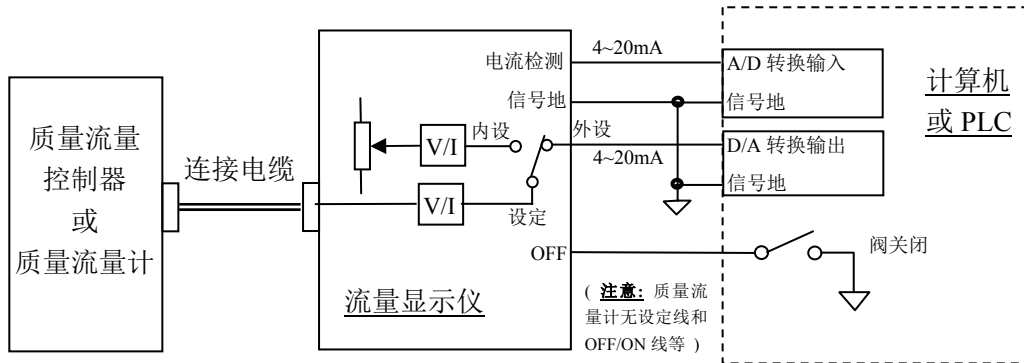

图 7. 通过流量显示器与计算机的连接
a. 质量流量控制器通过流量显示器与计算机(或其它外部信号)的连接方法, 见图 7。
参照图 1 和图 7，先将显示仪上的设定开关打到“外设”位，将阀控开关置于“阀控”位，再启动计算机程序进行工作。